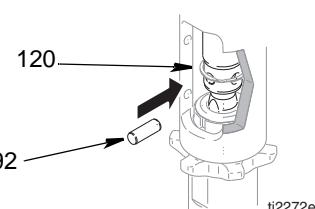

FIG. 10
1. (Fig 10) Skru kontramøtrikken (86) på bunden af pumpens (111) gevind. Skru pumpen (111) helt ind i manifolden. Skru pumpen (111) løs fra manifolden, indtil pumpeafgangen er på linje med slangens. Tilspænd kontramøtrikken (86) med fingrene, og bank den derefter 1/8 til 1/4 omgang med en hammer eller tilspænd den med et moment på 101 Nm.